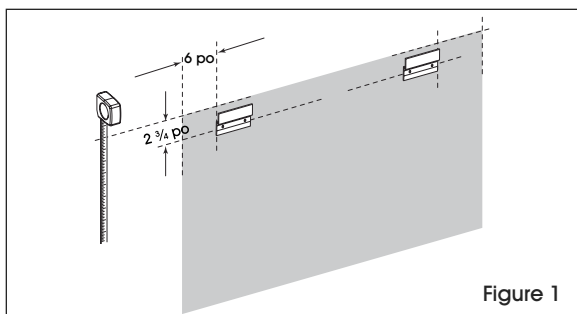

Figure 1
1. Déterminer l'emplacement du tableau. Placer les supports de suspension à 15 cm (6 po) de la bordure extérieure du tableau, et les trous des supports à 7 cm (2 ¾ po) du haut du tableau. (Voir Figure 1)